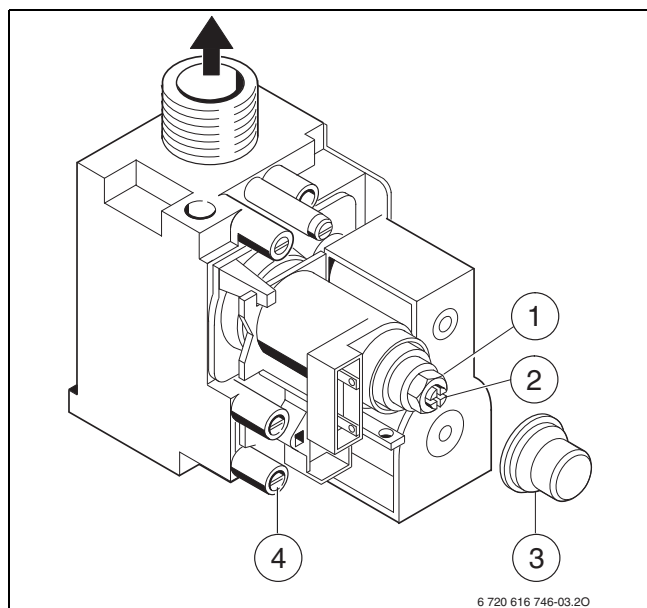

Fig. 46 Bloc gaz
- Retirer le capuchon (→ fig. 46 [3]) du bloc gaz.
- Pour « max » prendre la pression aux injecteurs indiquée (mbars) dans le tableau sur la page 51 ou 52 et la contrôler. Vérifier que l'écrou (→ fig. 46 [1]) est bien serré en butée sur le corps laiton.
- Pour « min » prendre la pression aux injecteurs indiquée (mbars) dans le tableau sur la page 51 ou 52. Régler la pression aux injecteurs au moyen de la vis de réglage de débit gaz minimal (→ fig. 46 [2]).
- Desserrer la vis dans la prise de mesure de la pression de raccordement (→ fig. 46 [4] en page 42) et brancher un manomètre à cette prise.
- ▶ Retirer le capuchon (→ fig. 46 [3]) du bloc gaz.
- ▶ Pour « max » prendre le débit de gaz indiqué dans le tableau sur la page 51 ou 52 et le contrôler. Vérifier que l'écrou (→ fig. 46 [1]) est bien serré en butée sur le corps laiton.
- ▶ Pour « min » prendre le débit de gaz indiqué dans le tableau sur la page 51 ou 52. Régler la pression aux injecteurs au moyen de la vis de réglage de débit gaz minimal (→ fig. 46 [2]).